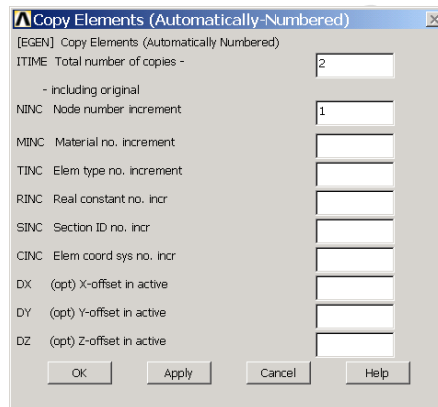

图2.45 复制单元对话框
(3) 单击 Main Menu>Preprocessor>Modeling>Copy>Elements>Auto Numbered 菜单，弹出图形拾取对话框。
(4) 用鼠标在视图窗口中选择单元 1，然后单击【OK】按钮，接着弹出如图 2.45 所示的对话框。